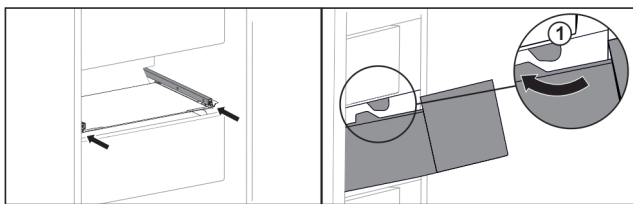

Fig. 143
- ▶ Обвести висувний ящик навколо стопора Fig. 143 (1).